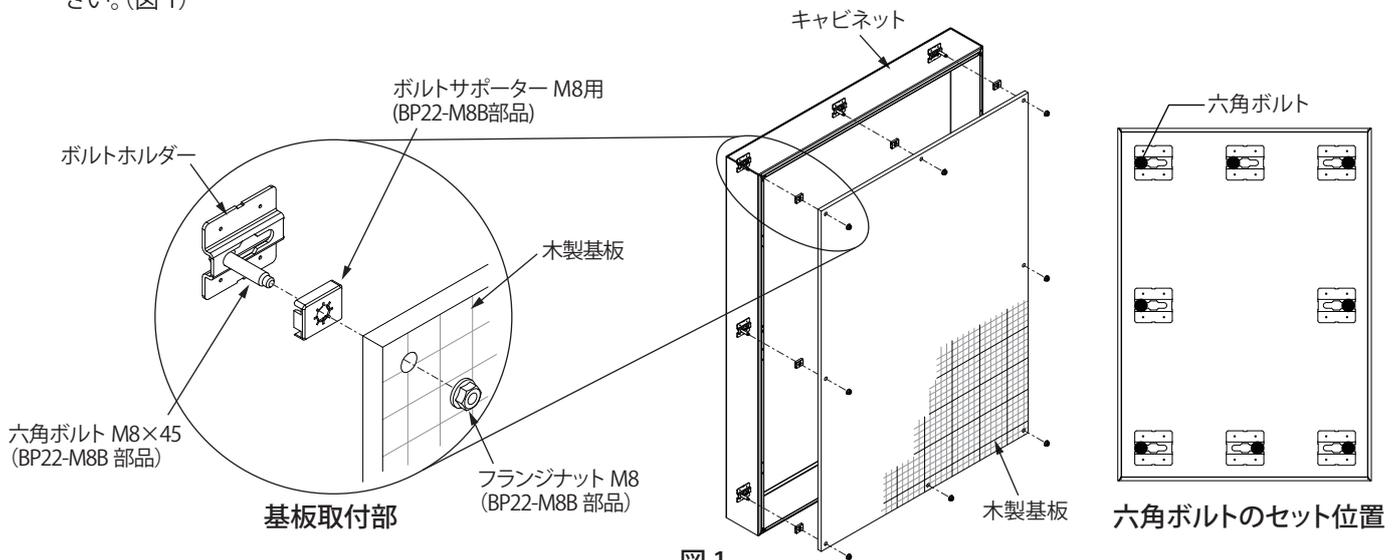

図1
- (1) キャビネットに取付けの鉄製基板および固定に使用している取付部品をすべて取外してください。
- (2) キャビネットのボルトホルダーに六角ボルト M8×45 (BP22-M8B 部品) をセットしてください。(図1)
- (3) ボルトサポーター M8 用 (BP22-M8B 部品)、木製基板の順にセットし、フランジナット M8 (BP22-M8B 部品) で取付けてください。(図1)
六角ボルトセット位置は 2 頁の図 1「六角ボルトセット位置」をご参照ください。